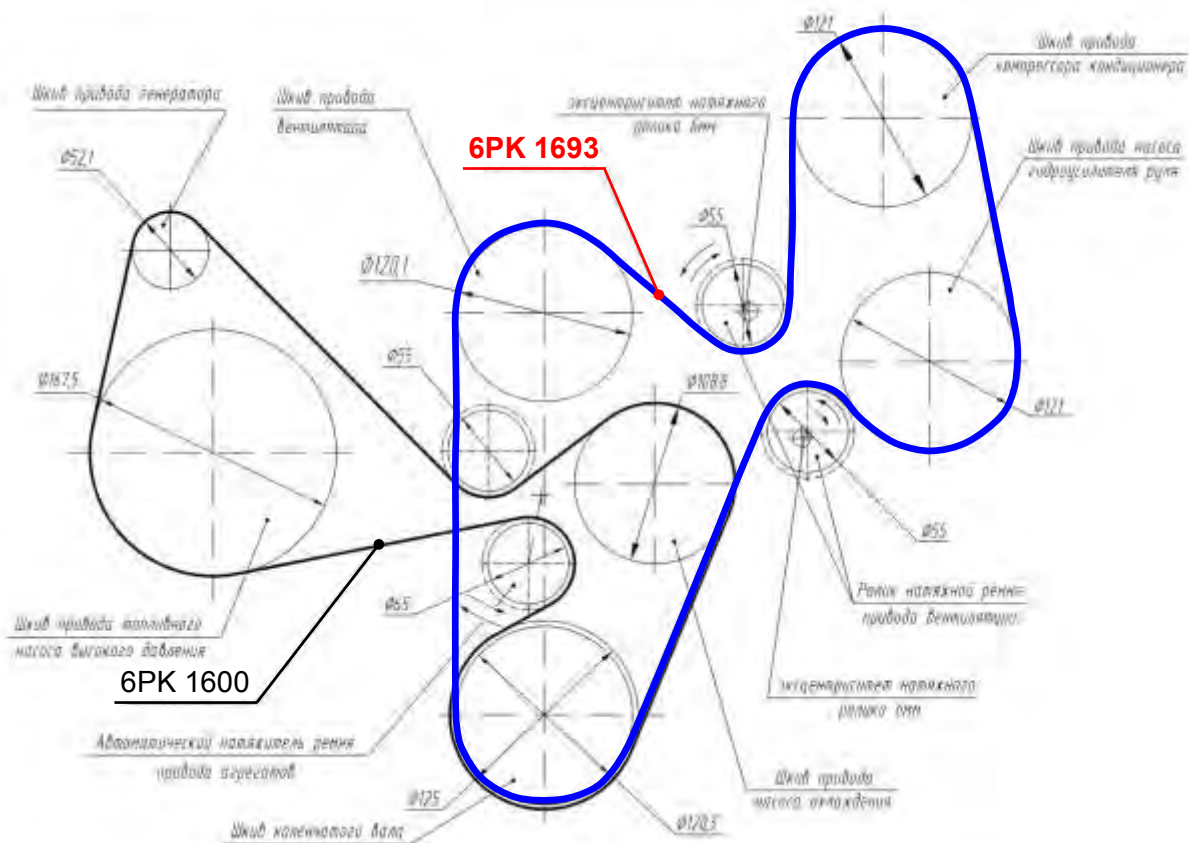

Рис.46. Схема привода вспомогательных агрегатов двигателя для автомобилей на платформе УАЗ-3163 с компрессором кондиционера
**Привод вентилятора** (рис.46, 47, 48) осуществляется совместно с насосом ГУР и компрессором кондиционера от шкива коленчатого вала поликлиновыми ремнями БРК ф.Gates серии Micro-V XF, длины ремней выбираются в зависимости от наличия в приводе вентилятора дополнительных автомобильных агрегатов (насосов ГУР и компрессора кондиционера). Передаточное отношение привода – 1,0.